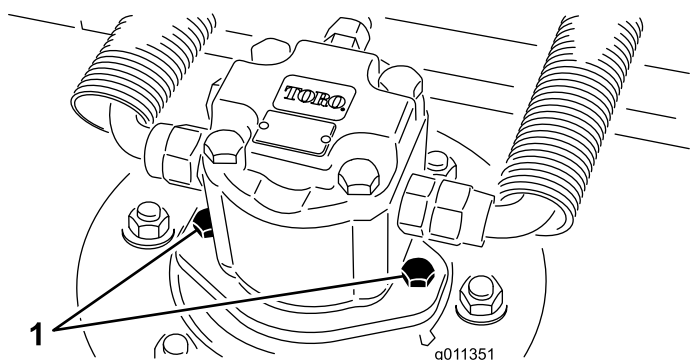

Figure 90
2. Débranchez et déposez le moteur hydraulique de l'unité de coupe (Figure 90). Couvrez le dessus de l'axe pour éviter toute contamination.
4. Montez le moteur hydraulique sur le plateau de coupe (Figure 90). Vérifiez que le joint torique est en place et en bon état.